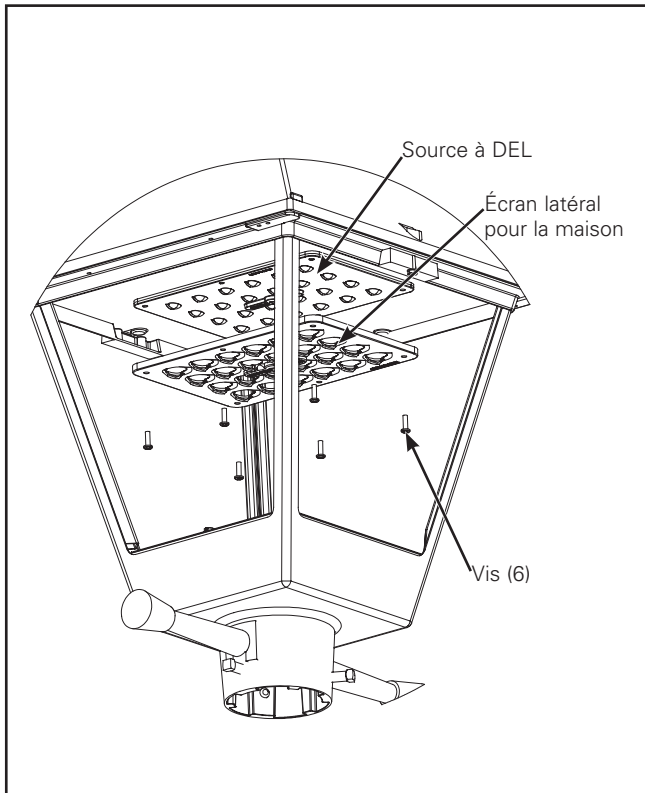

Figure 6.
2. Installez l'écran protecteur du côté de la maison avec les vis cruciformes #8 de ½ po fournies. Serrez jusqu'à ce que l'écran protecteur soit bien ajusté. Ne serrez pas trop. (Figure 6.)